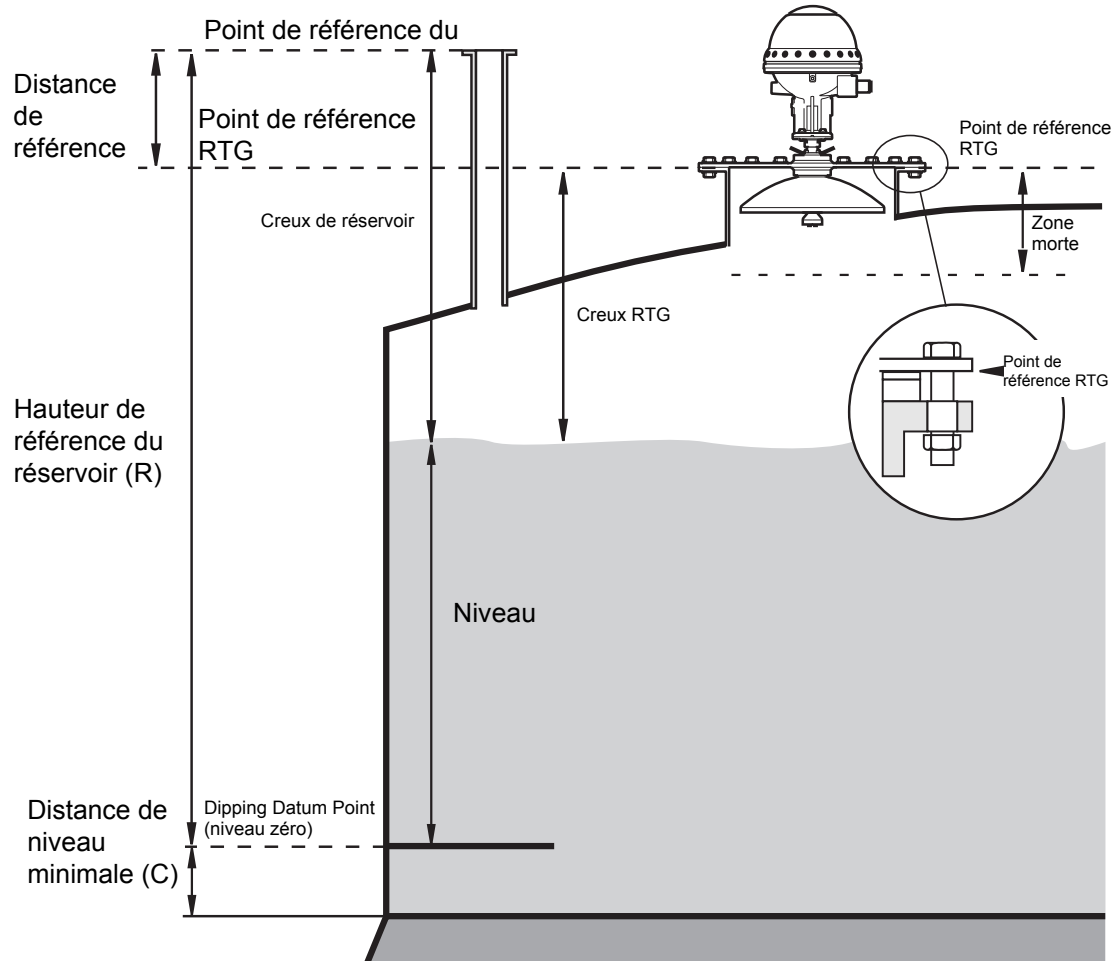

Figure 3-12. Géométrie du réservoir
Référence RTG Distance (G)	La distance de référence RTG (G) est la distance entre le point de référence du réservoir et le point de référence RTG. Le point de référence RTG est situé sur la surface supérieure de la bride du client ou du couvercle du trou d'homme sur lequel le jaugeur est monté comme indiqué à la Figure 3-12. Pour les jaugeurs pour puits de tranquillisation, le point de référence RTG est situé sur la marque de jaugeage du support du jaugeur. G est positif si le point de référence du réservoir est situé au-dessus du point de référence RTG. Sinon, G est négatif.